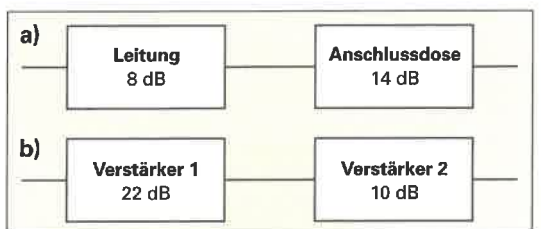

Bild 4: Übertragungsstrecken aus mehreren Übertragungsgliedern
3. Ermitteln Sie aus den Angaben in Bild 4 das Spannungsdämpfungsmaß (Bild 4a) und das Spannungsverstärkungsmaß (Bild 4b) für die jeweiligen Übertragungsstrecken.